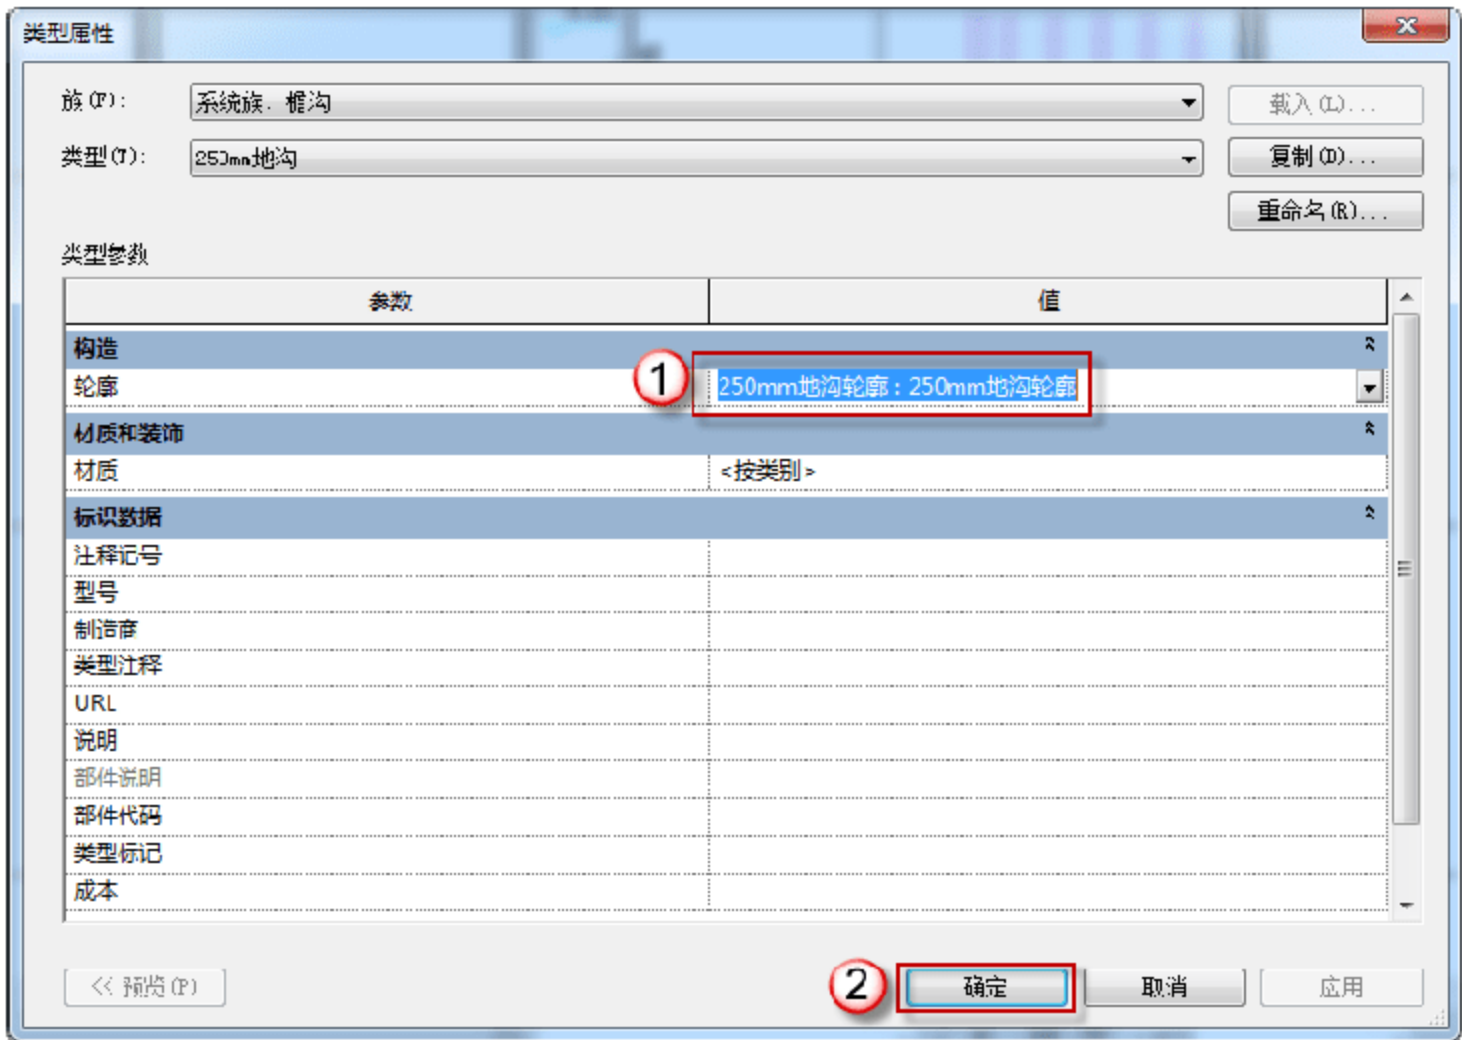

图 9.2.51 设置类型参数
(11) 设置类型参数。在返回的“类型属性”对话框中，单击“轮廓”参数对应的“值”单元格的按钮，选择“250mm 地沟轮廓：250mm 地沟轮廓”，单击“确定”按钮，如图 9.2.51 所示。